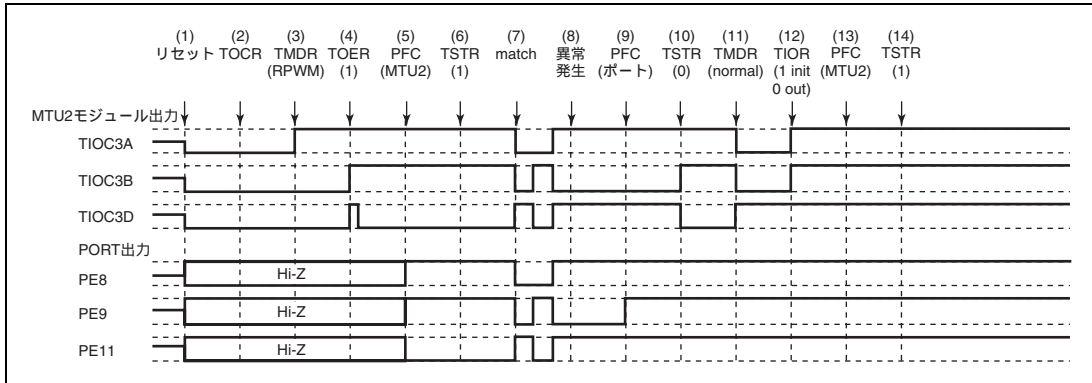

図 11.140 リセット同期 PWM モードで異常が発生し、ノーマルモードで復帰する場合
(1) ~ (10) は図 11.140 と共通です。
(11) PWM モード 1 を設定してください (MTU2 出力は正相側がローレベル、逆相側がハイレベルとなります)。
(12) TIOR で端子を初期化してください (PWM モード 1 では TIOC*B 側は初期化されません)。
(13) PFC で MTU2 出力としてください。
(14) TSTR で再スタートします。
(28) リセット同期 PWM モードで動作中に異常が発生し、相補 PWM モードで再スタートする場合の動作
- (1) ~ (10) は図 11.140 と共通です。
- (11) TOER でチャンネル 3、4 の出力を禁止してください。
- (12) TOCR で相補 PWM の出力レベルと周期出力の許可禁止を選択してください。
- (13) 相補 PWM を設定します (MTU2 の周期出力端子はローレベルになります)。
- (14) TOER でチャンネル 3、4 の出力を許可してください。
- (15) PFC で MTU2 出力としてください。
- (16) TSTR で再スタートします。
(29) リセット同期 PWM モードで動作中に異常が発生し、リセット同期 PWM モードで再スタートする場合の動作
- (11) PFC で MTU2 出力としてください。
- (12) TSTR で再スタートします。
- (13) コンペアマッチの発生によりリセット同期 PWM 波形を出力します。